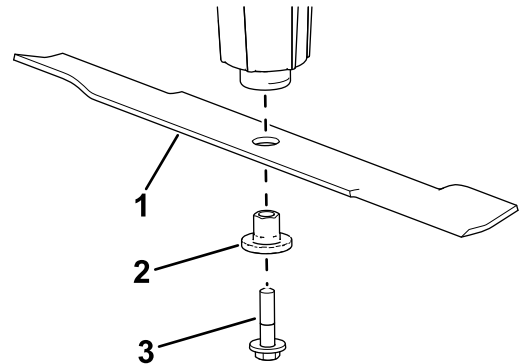

Figure 25
4. Retirez le boulon, la douille et la lame de l'axe de pivot (Figure 25).